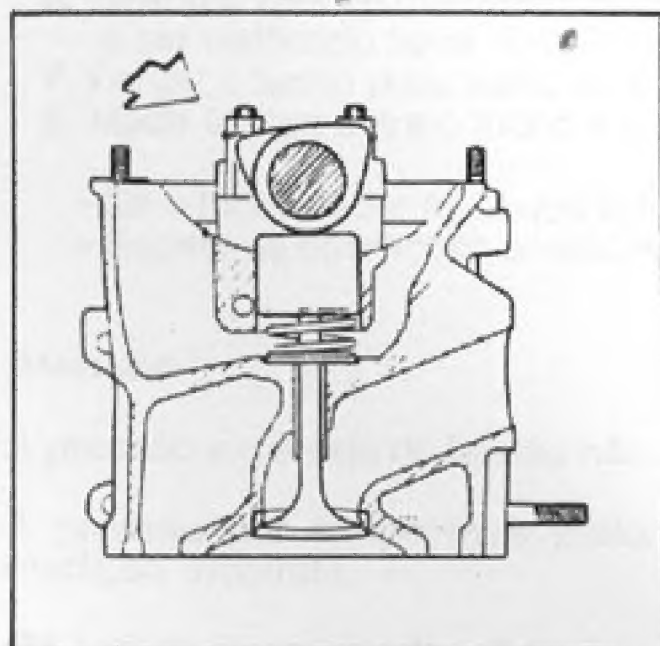

Fig.68 - Posição dos Cames do 1º Cilindro
- . Posicionar a árvore de comando de válvulas no cabeçote, com o par de cames referente ao 1º cilindro voltado para cima (fig.68).